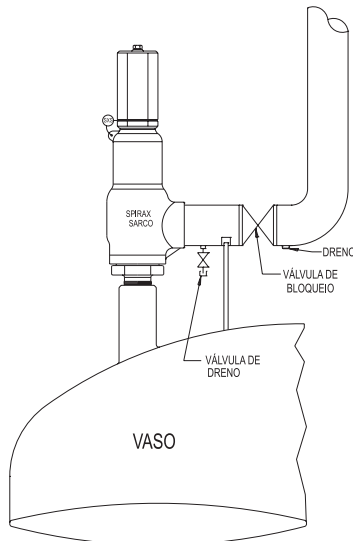

Figura 05
• Poderá ser instalada na tubulação de saída da válvula, uma válvula de bloqueio de passagem plena e de **diâmetro nominal igual ou maior** que o diâmetro de saída da Válvula de Segurança e Alívio, desde que observadas as recomendações da Norma API RP 520 Parte 2, do código ASME Seção VIII UG135(d) e do Apêndice M deste código (**Figura 05**).